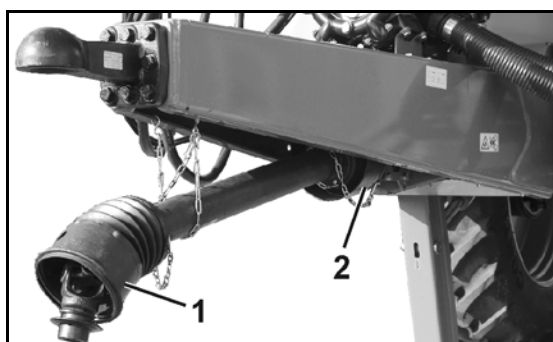

Fig. 12
- Fig. 12/...
(1) Apărătorile arborelui cardanic cu lanțuri de susținere
(2) Pâlnie de protecție pe partea utilajului